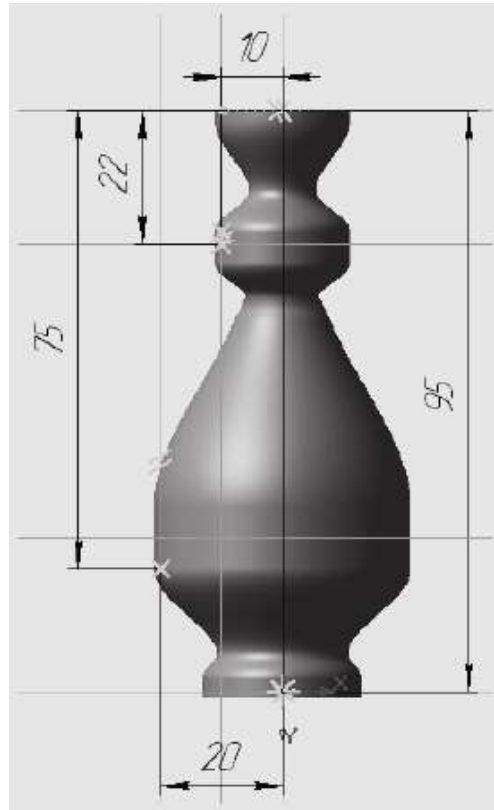

Рис. 8.18. Созданный объект с нанесенными размерами
- от верхней прямой разведите параллельные прямые на 22 мм и 75 мм, подтверждая нижние прямые (рис. 8.18).